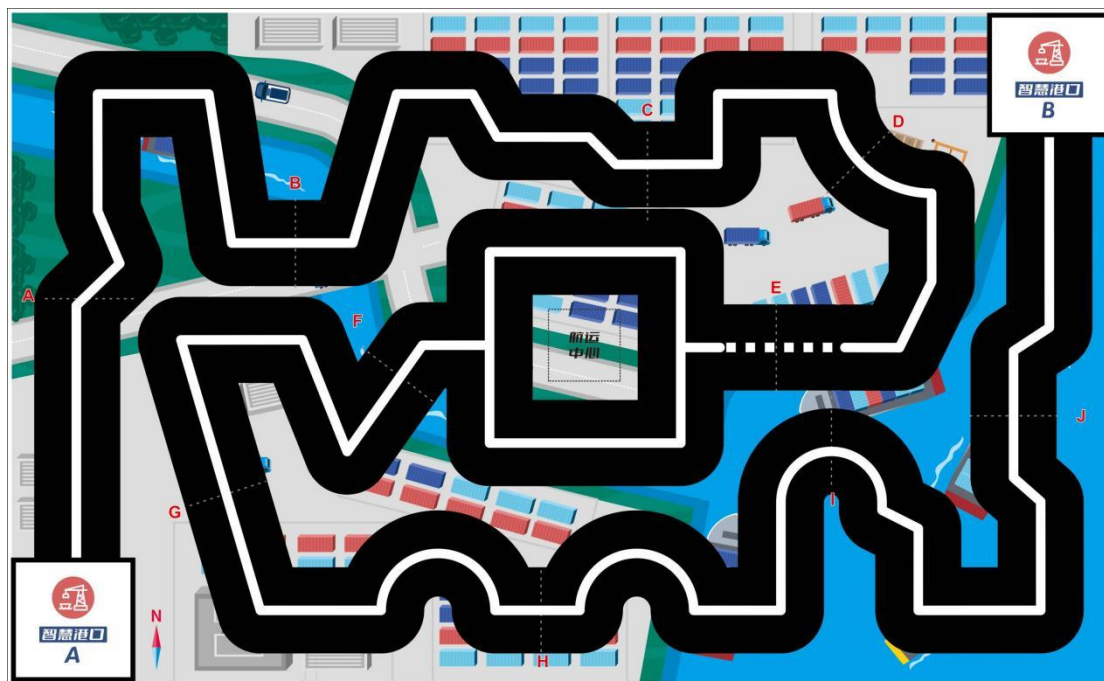

图 1 比赛场地
比赛场地由拼接式赛台、地图和任务模型组成，图 1 是一个比赛场地的实例，实际场地以现场公布为准。
彩色喷绘的地图铺设在赛台的底板上。地图上有两个启动区(A 启动区及 B 启动区)，不规则分布着有白色引导线的主干道和几个功能区，图 1 中的地图仅为示例，比赛用的地图在赛前公布。
4.2.2.1 图 1 中，沿着主干道有 10 条与引导线正交的标记线。在标记线旁分别以“A、B、C、……J”英文字母标注。